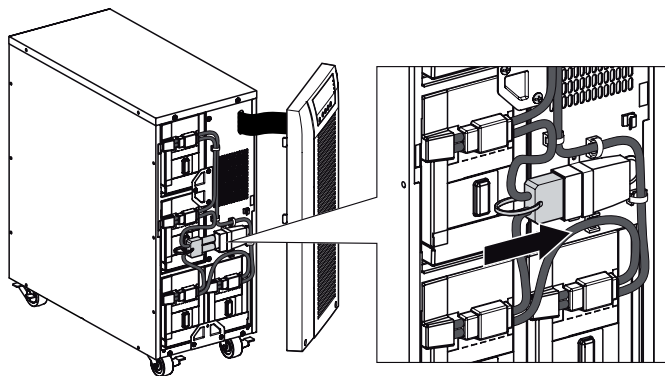

Figure 6. Connexion des batteries internes de l'onduleur.
2. Branchez le connecteur interne de la batterie (voir figure 6).